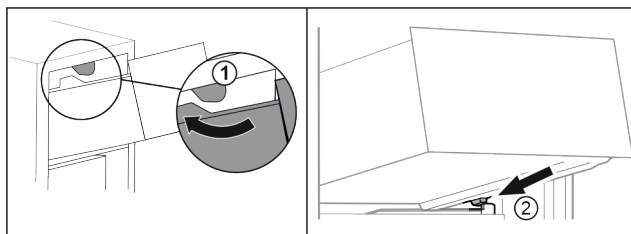

Fig. 16
- ▶ Прокарайте чекмеджето около горните ограничители Fig. 16 (1).
- ▶ Поставете чекмеджето под ъгъл зад долните ограничители върху реброто на съда Fig. 16 (2).